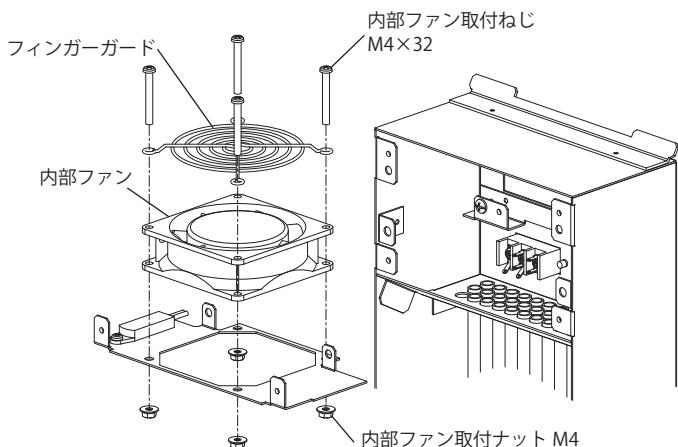

図 8
- 内部ファン取付ねじ M4×32(4 カ所)、取付ナット M4(4 カ所)、フィンガーガードを取り外し、内部ファンを外してください。(図 8)